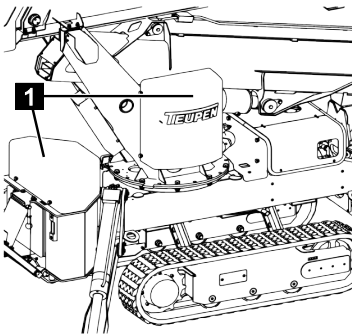

Fig. 115
2. Démonter les capots (Fig.115/1).